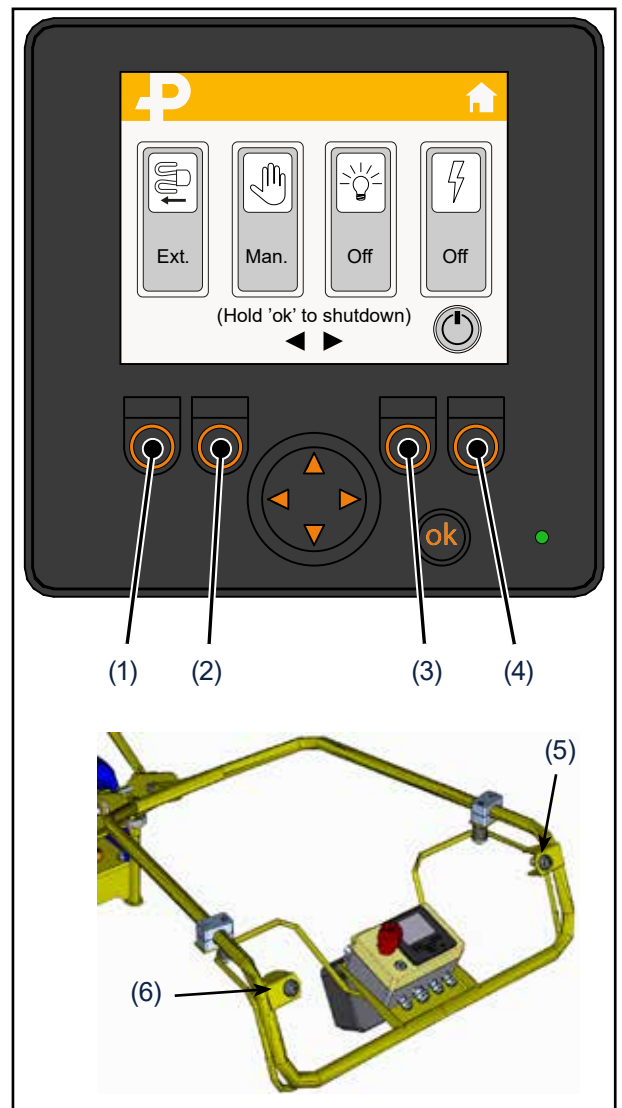

Fig 35.
5.2.4 Déclippage automatique (Fig 35)
5.2.5 Releveur de traverse (Fig 35)